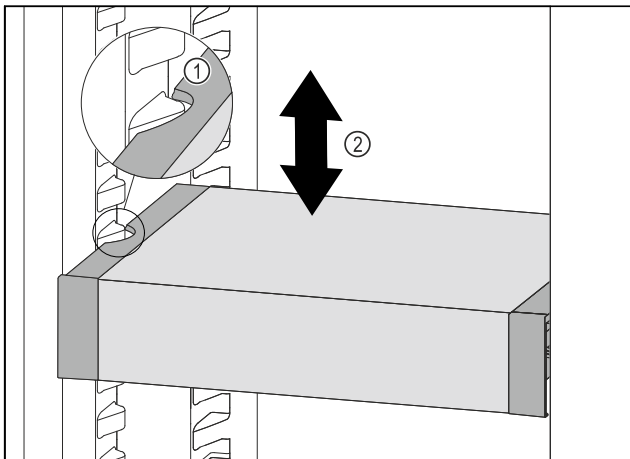

Fig. 133
- ▶ Потягнути VarioSafe вперед, поки бокові заглиблення VarioSafe не опиняться на рівні ребра для резервуара в охолоджувальному відділенні. Fig. 133 (1)
- ▶ Пересувайте VarioSafe вгору або вниз в охолоджувальному відділенні до тих пір, поки не досягнете бажаної висоти. Fig. 133 (2)